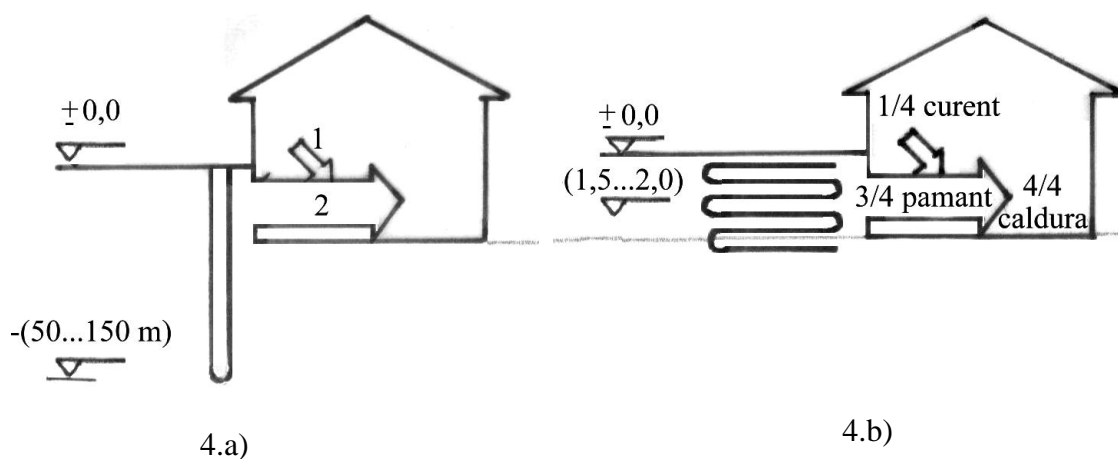

Fig. 4. – Colectoare de energie termică
- **verticale**, numite și **sonde** colectoare de adâncime 50...150 m (fig. 4.a)
- **orizontale**, poziționate la o adâncime de 1,5...3 m, numite și colectoare de suprafață (fig. 4.b)